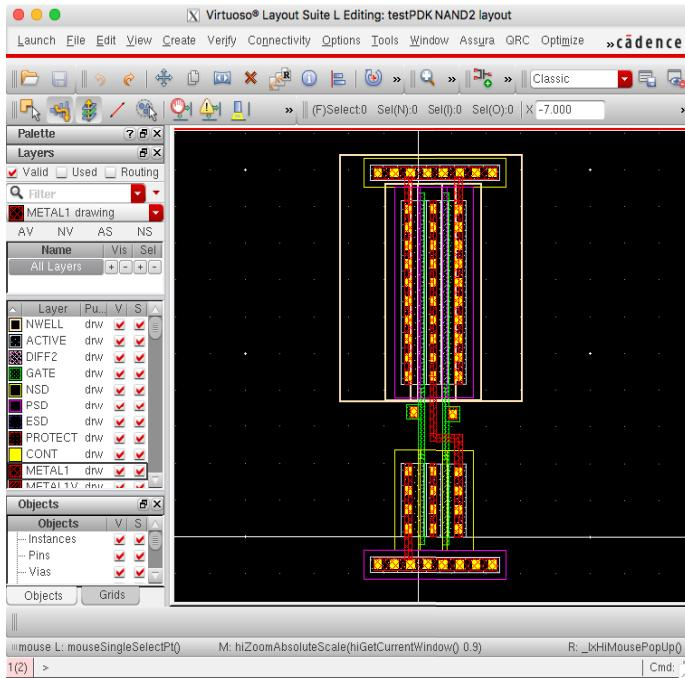

図 18: ゲートコンタクトと配線接続を完了したレイアウト
18. 次に PMOS/NMOS トランジスタの Source/Drain の接続を行う。レイヤ選択部分から METAL1 を選択し、p キーもしくは r キーを使って回路図通りに接続を行う。ここまでで作成したレイアウトを図 18 に示す。